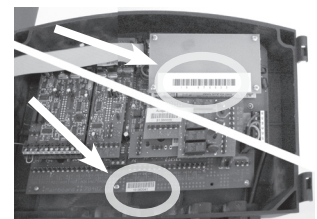

Abb. 4 / Fig. 4
5. Seriennummer der Platine (s. Abb. 4) auf der Verpackung des neuen Netztesles notieren.
5. Note the serial number of the circuit board (see Fig. 4) on the packing of the new power supply.